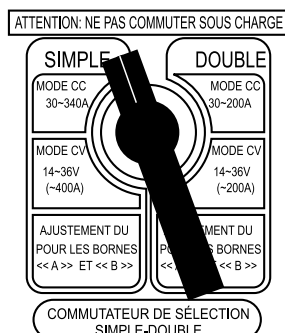

**Figure 29. Sélecteur simple-double (Position simple)**
- Placer le sélecteur de mode de soudage dans la position simple (Figure 29).